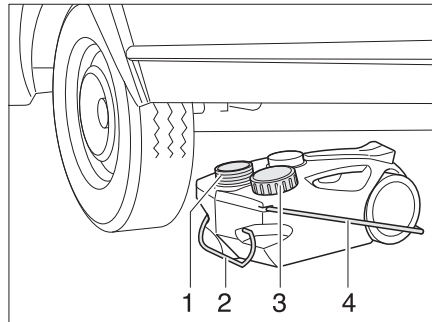

Fig. 154 Réservoir d'eaux usées, mobile
- Fermer l'ouverture du réservoir d'eaux usées (Fig. 154,1) à l'aide du couvercle (Fig. 154,3).
- Retirer le réservoir d'eaux usées par la poignée (Fig. 154,2).
- Rabattre la poignée de manutention (Fig. 154,4) vers le haut et placer le réservoir d'eaux usées.